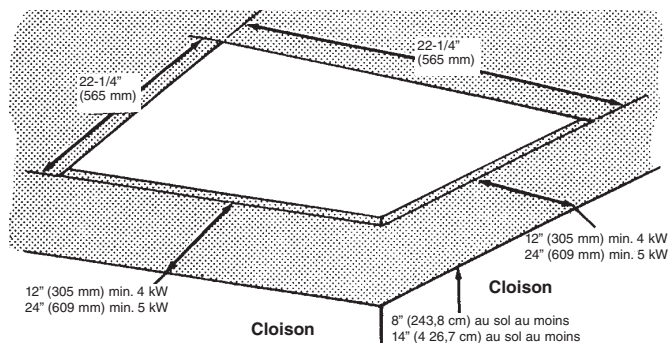

Figure 5
- Découpez dans le plafond un trou pour le montage de 22-1/4" x 22-1/4" (565 x 565 mm) pour y loger le boîtier de montage (Figure 5).